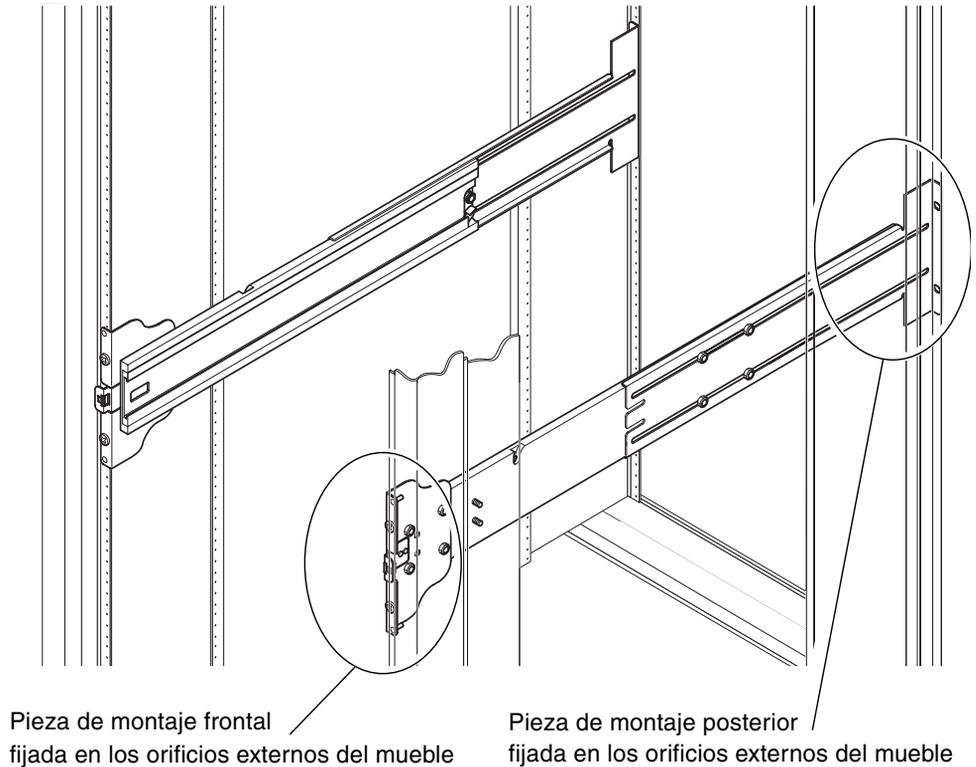

FIGURA 1-7 Instalación de los rieles en un mueble Sun Rack 900 o en un bastidor de cuatro soportes y 19 pulgadas
3. Inserte las patillas de la pieza de montaje frontal en los orificios 22 y 33 del mueble (FIGURA 1-7).
3. Inserte las patillas de la pieza de montaje frontal en los orificios 58 y 69 del mueble (FIGURA 1-7).
3. Fije la pieza de montaje posterior con dos tornillos 10-32 UNF (FIGURA 1-7).
4. Fije la pieza de montaje frontal con dos tornillos 10-32 UNF (FIGURA 1-7).